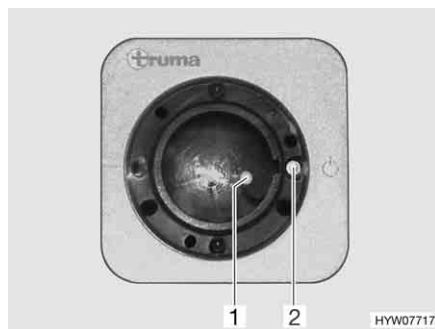
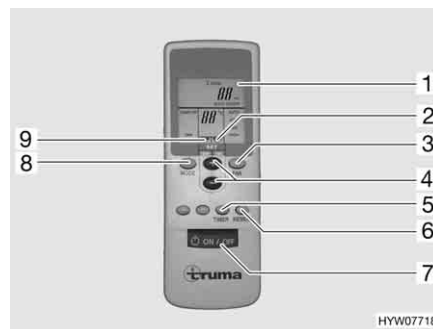

Fig. 168 Ricevitore
Fig. 169 Telecomando
- Accendere il telecomando con l'interruttore (Fig. 169,7). La spia verde di controllo (Fig. 168,1) indica la modalità di raffreddamento.
- Impostare la modalità di funzionamento desiderata con il tasto (Fig. 169,8).
- In caso di necessità, impostare con i tasti (Fig. 169,3 e 4) la potenza della ventola desiderata e la temperatura dell'ambiente. La freccia (Fig. 169,9) indica la modalità di regolazione selezionata.
- ▷ Sul ricevitore si trova un ulteriore interruttore a tasto (Fig. 168,2) con il quale è possibile spegnere e accendere l'impianto di climatizzazione anche senza il telecomando. Quando l'impianto di climatizzazione viene acceso mediante questo interruttore a tasto, viene selezionata automaticamente l'ultima modalità di funzionamento impostata con il telecomando.
- Per spegnere, premere nuovamente il tasto (Fig. 169,7) al telecomando.
- Per programmare l'impianto di climatizzazione, accendere con il tasto (Fig. 169,7) sul telecomando.
- Con i tasti (Fig. 169,8, 3 e 4), impostare la modalità di funzionamento e la temperatura dell'ambiente desiderate.
- Selezionare la funzione desiderata (Fig. 169,1) con il tasto (Fig. 169,5):
- Selezionare il tempo di commutazione desiderato (da 1 a 15 ore) con il tasto (Fig. 169,4). La freccia (Fig. 169,2) lampeggia e indica la modalità di regolazione.
- ▷ Con il tasto (Fig. 169,6) le impostazioni del telecomando vengono ripetutamente inviate al ricevitore.